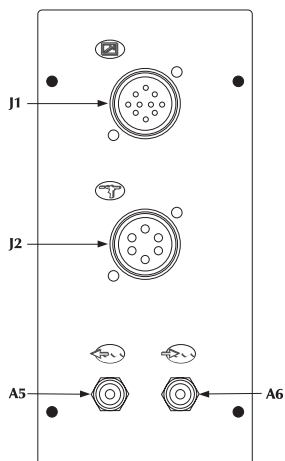
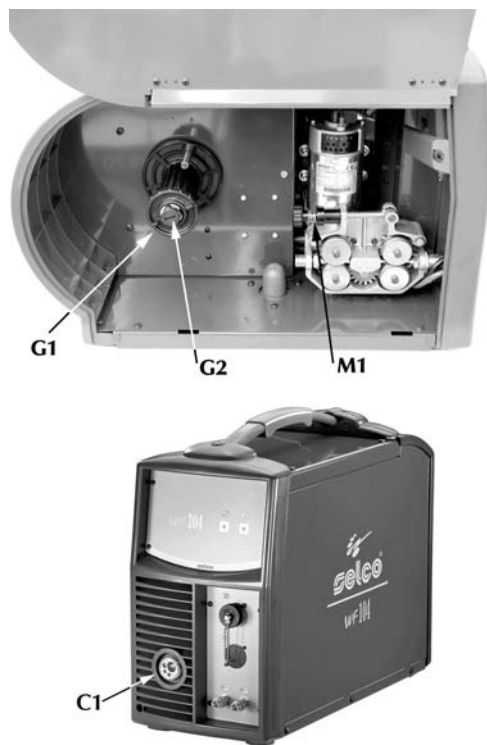

Fig. 8
Fig. 10 Beskrivelse av den beveglige vognen
- Skrus loss metallringen (G1 fig. 10) fra spolholderen og sett inn spolen.
Sett inn haspens metalltapp og sett tilbake festeringen (G1) i korrekt posisjon og reguler friksjonsskruen (G2 fig. 10)
- Avblokker trekkestøtten på motorredusereren (M1 fig. 10) ved å sette inn enden av kabeln i bøsningen og la den passere på rullen til brennerens feste.
- Sett inn sveisebrenneren, utstyrt med mantel, i det sentraliserte festet (C1 fig. 10) ved å skru fast festeringen helt fast. Hvis sveisebrenneren har vannkjølingssystem, skal du kople slangene for ingående og utgående væske til rørene (A5-A6 fig. 8).